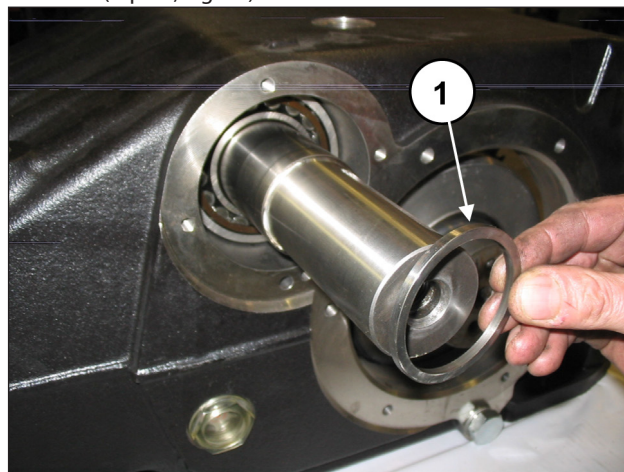
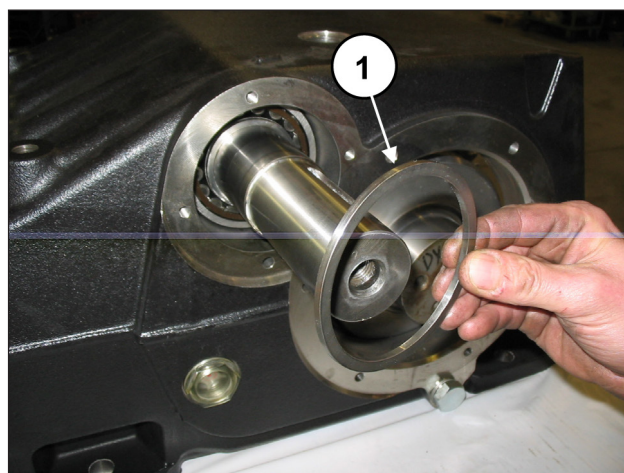

Fig. 60
Fig. 61
Insérer les entretoises de coussinet intérieur (rep. ①, Fig. 60) et extérieur (rep. ①, Fig. 61) des deux côtés.